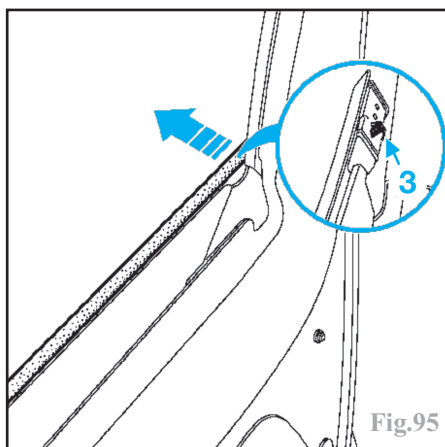

Fig.95
Déposer partiellement le montant et récupérer les corps des rivets dans la porte. Pivoter le montant pour le dégager. Extraire le clip (3), à l'aide d'une pointe à tracer et en exerçant une légère pression (Fig.95).